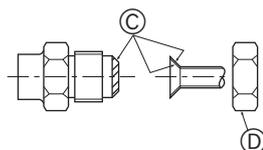

Fig. 5-6
Ⓐ (Fig. 5-6)
Ⓑ (Fig. 5-6)
5.5. Anslutningsrör (Fig. 5-6)